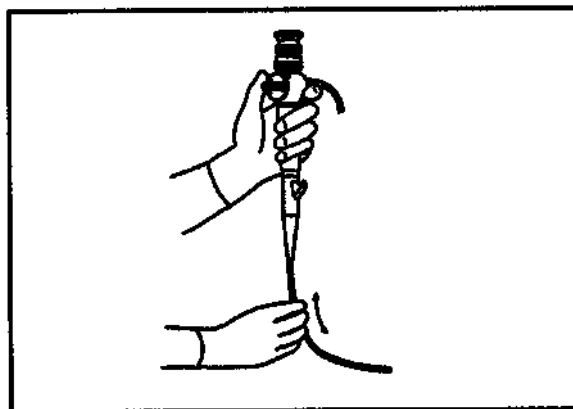

Рис.3.1
4. Произведите тщательное обследование кончиками пальцев всей поверхности вводимой трубки для выявления выступающих участков и других дефектов (см. рис. 3.1).